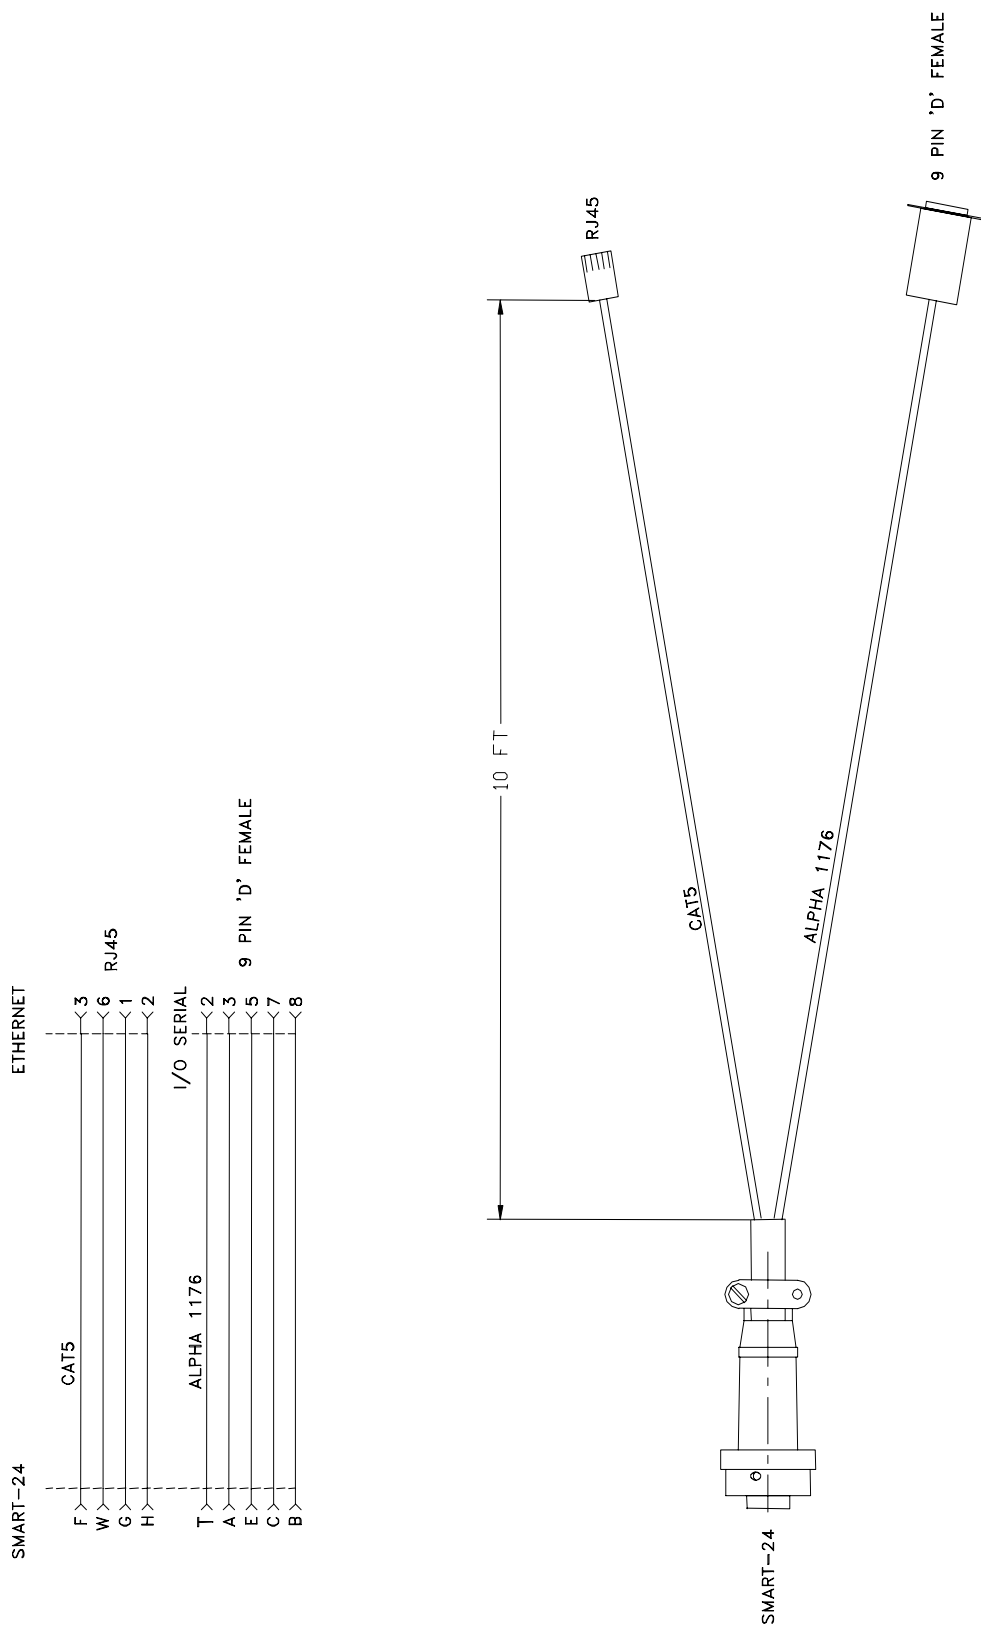

图 A-2. SMART-24 输入/输出电缆, 串口到 9 针电脑串口 + 以太网口
- 图 A-2. SMART-24 输入/输出电缆，串口到 9 针电脑串口 + 以太网口